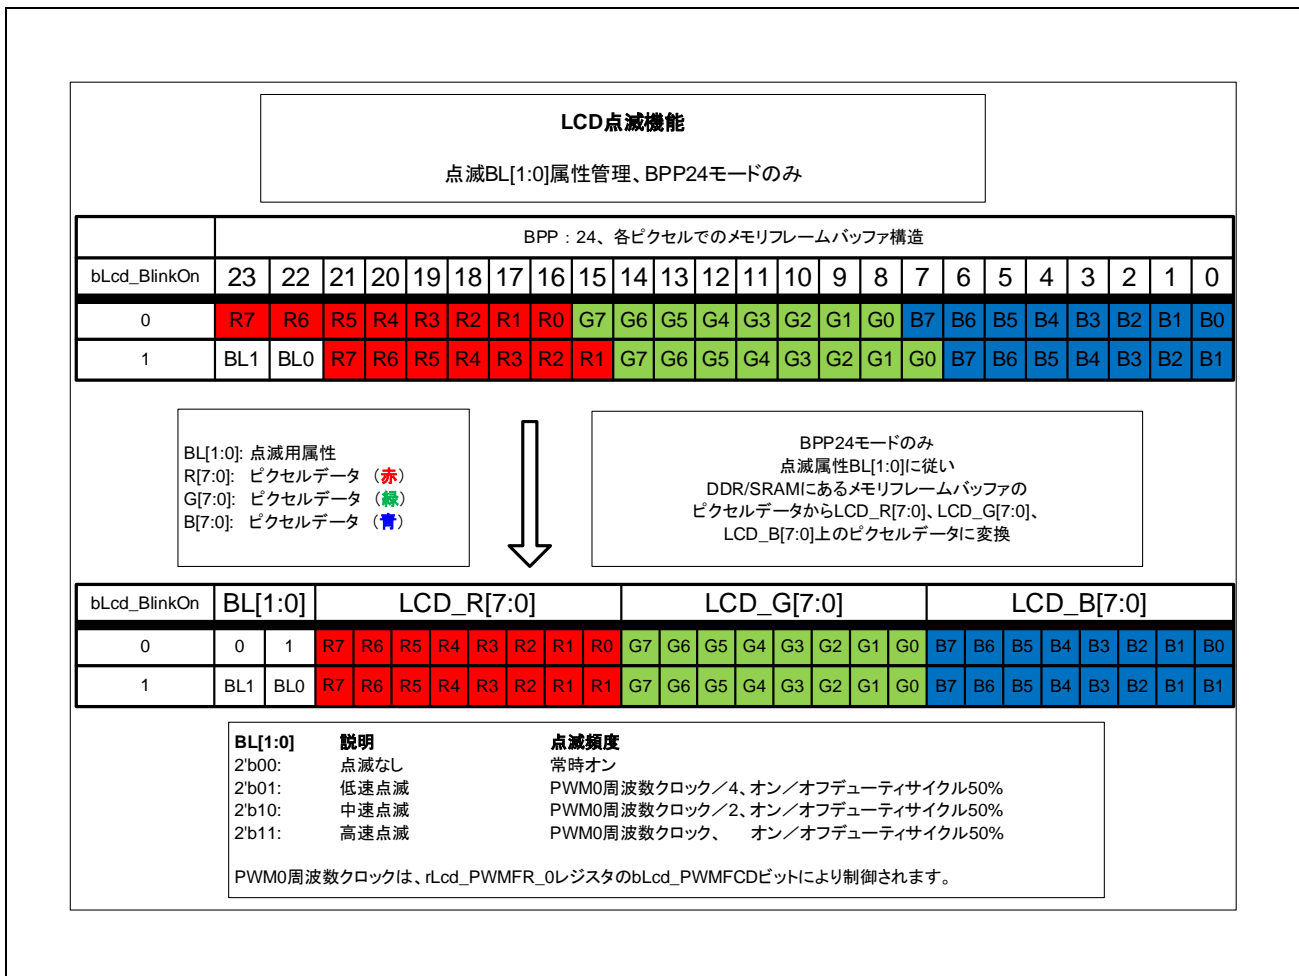

図 8.10 点滅 BL[1:0]属性管理
- 「**図 8.10 点滅 BL[1:0] 属性管理**」を参照してください。